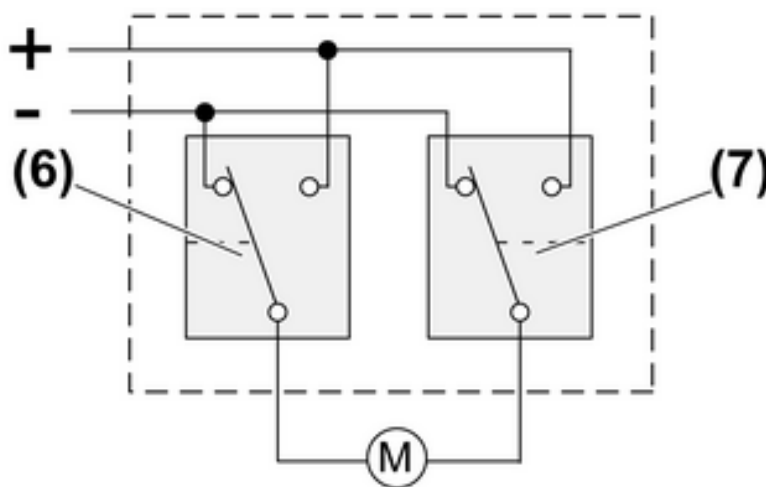

Figura 2: Comando motore veneziana
- Invertendo le polarità delle uscite motori, si regola il senso di rotazione del motore per veneziana ("Principio di commutazione dei poli" (figura 2))